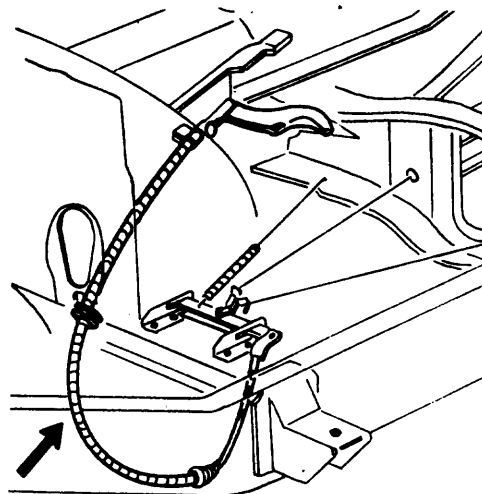

Fig. 1
- a Desconecte el cable intermedio (fig. 1).